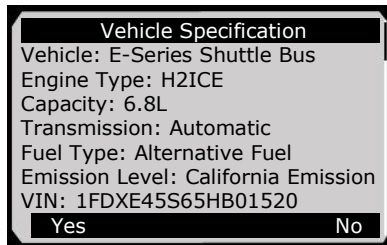

Figura 6.16
- 9) Siga las instrucciones de la pantalla para guardar la información del vehículo en el **cuadro de diálogo y especificaciones de los vehículos** secciones seleccionando **Sí** opción o opción **No** para salir sin guardar. (Figura 6.16)